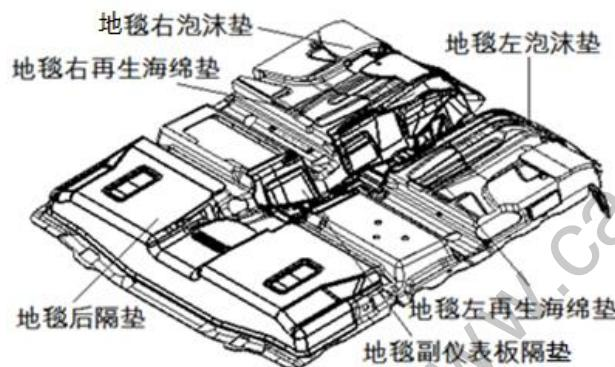

图 1.13.3 地毯隔垫等示意图
- b. 取出地毯泡沫垫、地毯左、右再生海绵垫，地毯后隔垫等，具体结构如图 1.13.3 所示，至此地毯拆卸完毕。